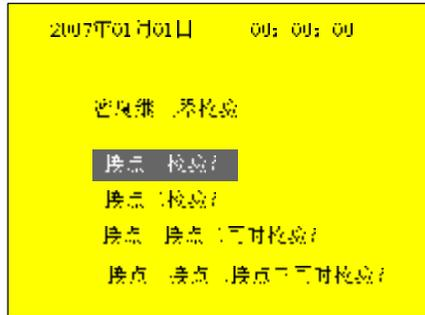

图 8
(3) 校验项目选择界面，按‘上’‘下’键换行，按‘确认’键进入所选行的对应菜单，如图 8。